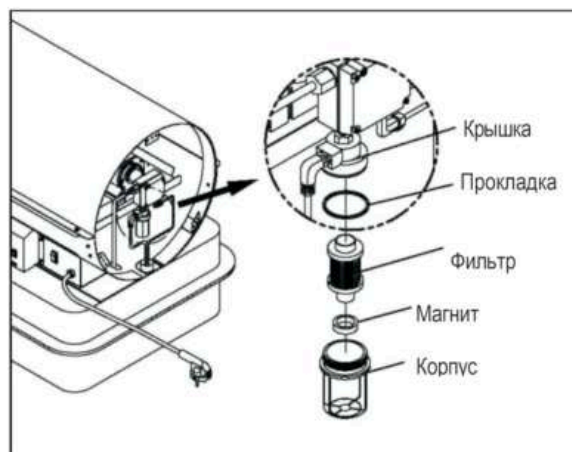

Рис. 15. Топливный фильтр насоса
- Извлеките магнит, чистящий элемент и резиновую прокладку (см. рис.15).